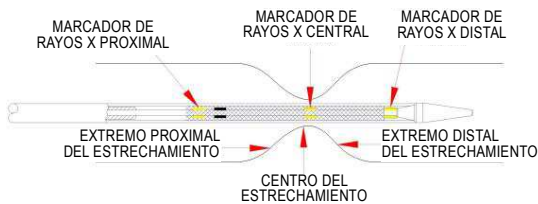

Figura 3
- Cuando el marcador de rayos X central alcance el centro del estrechamiento a tratar, continúe tirando el conector Y hacia atrás hasta que el stent se haya desplegado por completo. (Observe la figura 3, 4)